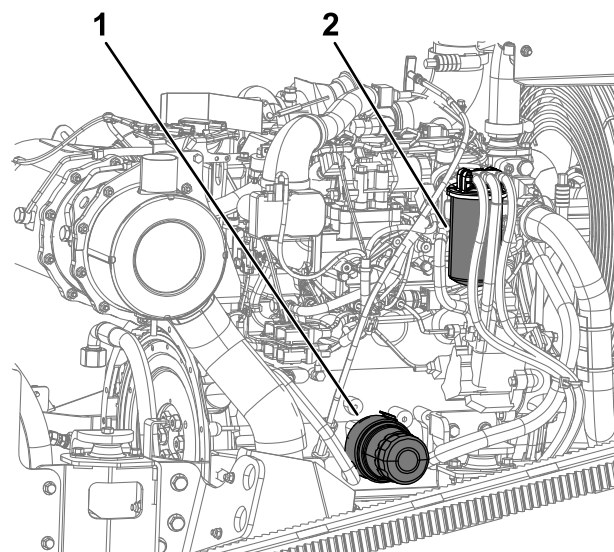

Figure 96
2. Déposez le filtre et nettoyez la surface de montage de la tête du filtre (Figure 96).
1. Nettoyez la surface autour de la tête du filtre à carburant (Figure 96).